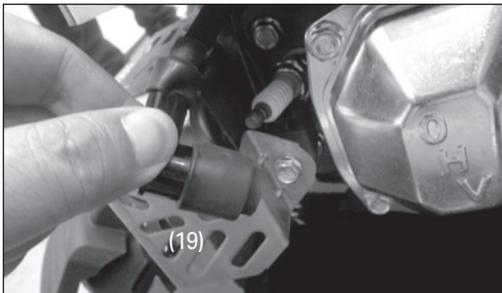
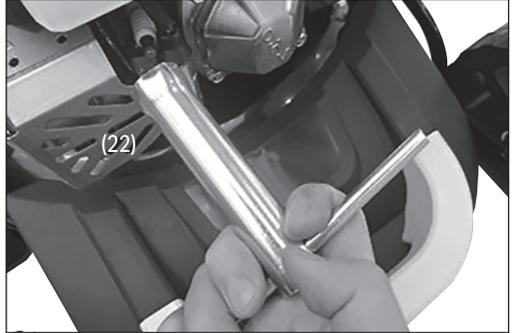

Fig. 16
Fig. 17
8.5 Spark Plug Care (Fig. 16 – Fig. 17)